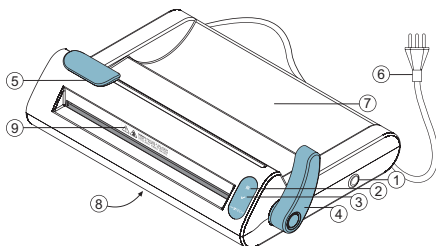

Abb. 1
- Das Schweißgerät kann mit 127 V und 220 V arbeiten, wie auf dem Typenschild hinter dem Gerät angegeben (Abb. 1).
- 1 Schließen Sie das Schweißgerät an und drücken Sie die Ein-/Aus-Taste, bis ein Piepton ertönt, um das Gerät einzuschalten, 3 Pieptöne ertönen, es ertönen 3 Pieptöne und die LED  blinkt, was die Aufheizphase anzeigt. Wenn die Schweißtemperatur erreicht ist (etwa drei Minuten bei angehobenem Griff, Abb. 1), ertönen 2 Pieptöne und die LED  geht an, die anzeigt, dass das Schweißgerät betriebsbereit ist.
- 2 Führen Sie die Spitze der Sterilisationsverpackung durch die Schweißöffnung, wobei die Papierseite immer nach unten und die Kunststoffseite immer nach oben zeigt, und ziehen Sie die Verpackung an der anderen Seite und legen Sie die Rolle in den Rollenhalter (Abb. 1). Ziehen Sie am Papier, um es in der gewünschten Größe zu verschweißen.